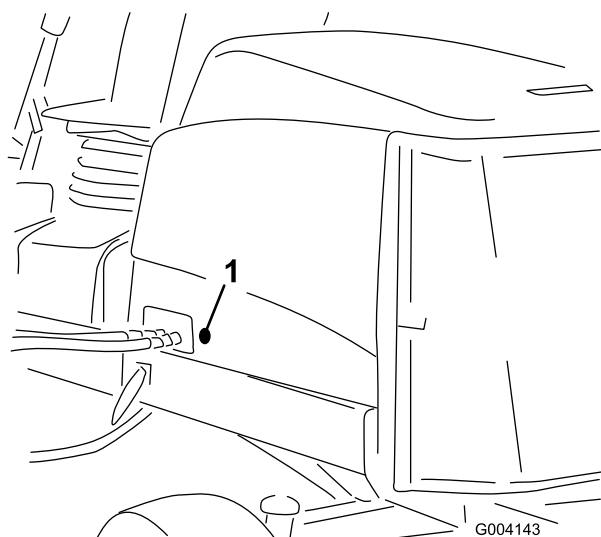

図 4
2. フードの左側についているゴム製のハトメを取り外す 図 4。